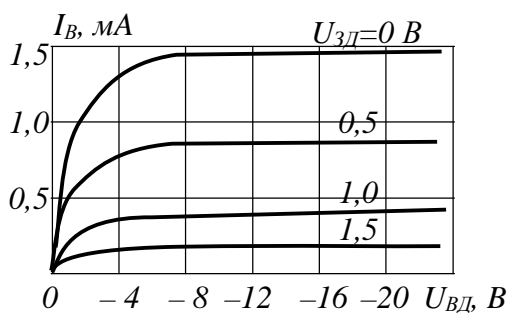

Рис. 10.8
**10.43.** За сімейством вихідних (витокових) характеристик польового транзистора КП103И (рис. 10.8) визначити робочу ділянку, якщо найбільша потужність, що розсіюється витоком,  $P_{Вmax} = 120$  мВт.
**10.44.** За сімейством вихідних (витокових) характеристик польового транзистора КП103И (рис. 10.8) побудувати витокозатворну характеристику  $I_B = f(U_{ЗД})$  для напруги  $U_{ВД} = 10$  В.
**10.45.** Для польового транзистора КП103И (рис. 10.8) визначити опір постійному струму  $R_o$  при напрузі  $U_{ВД} = 10$  В і напругах  $U_{ЗД} = 0,5; 1,0; 1,5$  В.